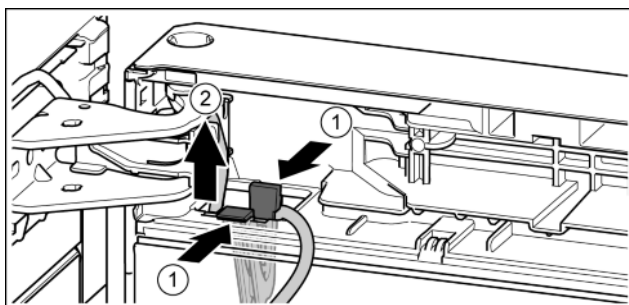

Fig. 23
- ▶ Притисніть накладку. Fig. 23 (1)
- ▶ Витягніть тримач кабелю із зафіксованим в ньому кабелем. Fig. 23 (2)